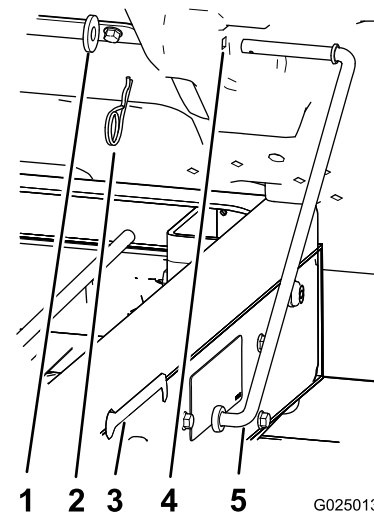

Figura 13
1. Rimuovete la coppiglia e la rondella che fissano l'asta di sostegno alla base del pianale (Figura 13).
2. Fate scorrere in avanti l'asta di sostegno per rimuoverla dalla staffa sul telaio (Figura 13).